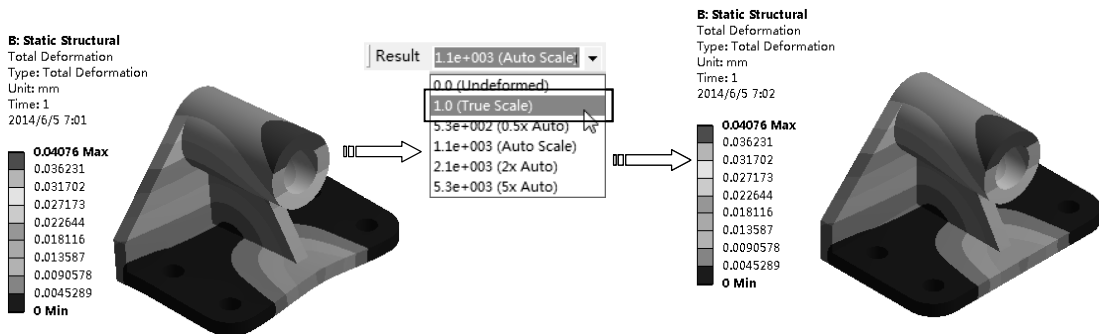

图 5-80 变形云图
2) 变形云图。在【Outline (分析树)】中选择【Solution (B6)】节点，单击其下的【Total Deformation】项  Total Deformation，在图形窗口显示出变形云图。选择【Result】工具栏上的【1.0 (True Scale)】项，可真实显示变形云图，如图 5-80 所示。